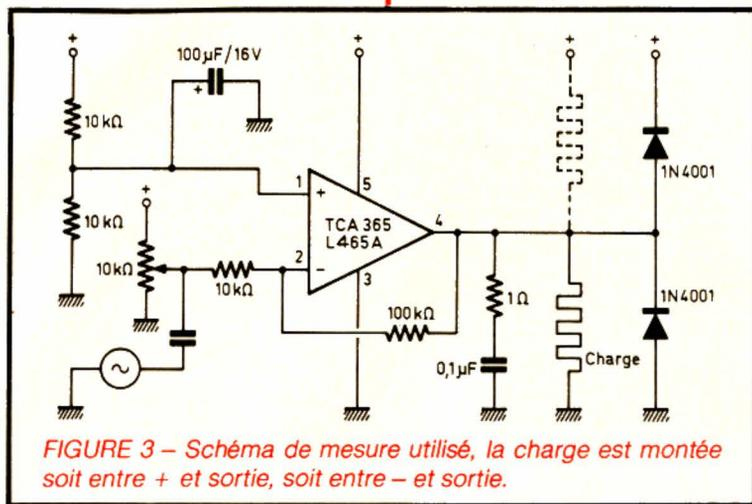

FIGURE 3 - Schéma de mesure utilisé, la charge est montée soit entre + et sortie, soit entre - et sortie.
- des relais de puissance ; dans le cas d'une telle charge inductive, des diodes de protection seront câblées de manière à être polarisées en inverse sur la charge ; ces diodes empêcheront la tension de dépasser la tension d'alimentation d'une valeur supérieure à celle de la tension directe de la diode (fig. 3) ;